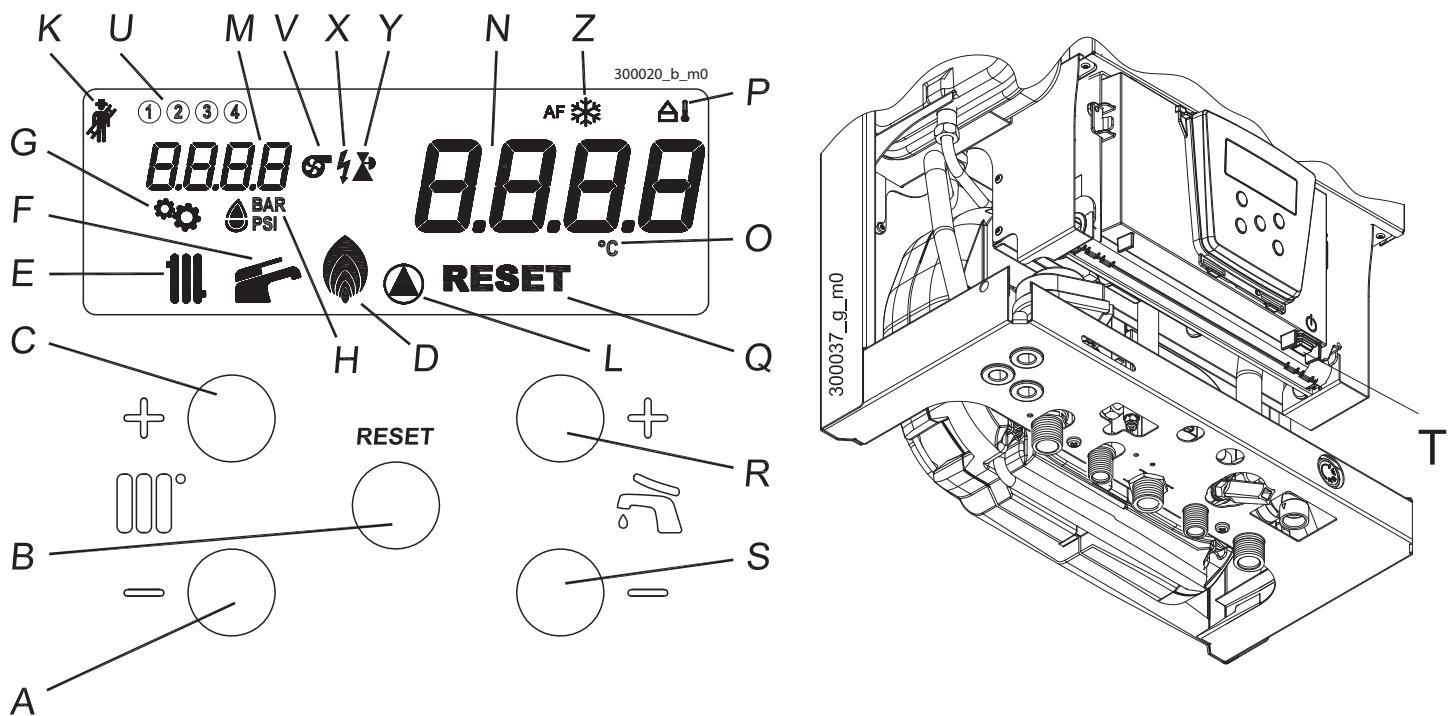

Figura 7-1 - Quadro comandi
- 4.-appare sul display l'icona  "E" (Figura 7-1);
- 6.-appare sul display l'icona  "F" (Figura 7-1);
Legenda Figura 7-1
Se la pressione all'interno del circuito del riscaldamento scende al di sotto di 0,8 bar, il visore "N" (Figura 7-1)
- 2.-premere il tasto "T" (Figura 7-1);
La regolazione della temperatura dell'acqua calda sanitaria si esegue agendo sui tasti  e . Premuto uno dei due tasti, il visore "N" (Figura 7-1) comincia a lampeggiare e a mostrare la temperatura che si sta impostando. Il campo di regolazione entro il quale si può regolare la temperatura del sanitario va da 40°C a 60°C. Tenendo premuto il tasto  anche sotto 40°C, comparirà la scritta  ad indicare lo spegnimento del servizio sanitario evidenziato anche dallo spegnimento dell'icona  "F" (Figura 7-1).